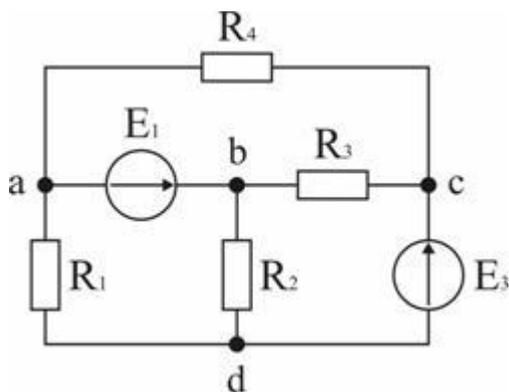
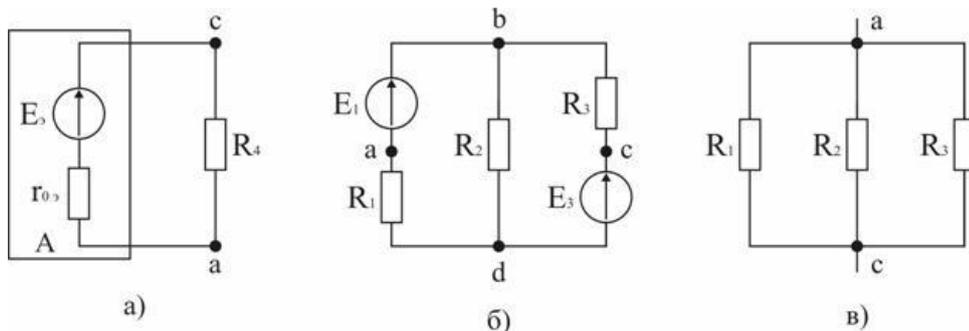

Рис. 4.2. Электрическая схема
Рис. 4.3. Электрические схемы
Задача 2. В схеме рис. 4.2  $E_1 = 10 \text{ В}$ ,  $E_2 = 25 \text{ В}$ ,  $R_1 = 20 \text{ Ом}$ ,  $R_2 = 40 \text{ Ом}$ ,  $R_3 = 5 \text{ Ом}$ ,  $R_4 = 6,36 \text{ Ом}$ . Определить ток в ветви с резистором  $R_4$ .
1. Заменяем по отношению к ветви с резистором  $R_4$  всю остальную схему эквивалентным генератором (активным двухполюсником) с ЭДС  $E_3$  и внутренним сопротивлением  $r_{03}$  (рис. 4.3, а). ЭДС  $E_3$  определяется по результатам расчета режима холостого хода генератора как напряжение между точками «а» и «с» схемы рис. 4.3 при разомкнутой ветви с резистором  $R_4$ .
После размыкания ветви с  $R_4$  получается схема с двумя узлами рис. 4.3, б. Узловое напряжение
2. Для расчета внутреннего сопротивления генератора в схеме рис. 4.3, б закорачиваются все ЭДС (рис. 4.3, в) и определяется сопротивление по отношению к точкам «а» и «с»:
3. Ток в ветви с резистором  $R_4$  (схема рис. 4.3, а)
Исходя из эквивалентности схем рис. 4.2, а и рис. 4.3, а,  $E_3$  и  $r_{03}$  можно рассчитать по результатам двух опытов. Разомкнув ветвь с  $R_4$ , измеряем напряжение между точками «с» и «а»  $U_{xx}$ , равное ЭДС  $E_3$ , (опыт холостого хода). Для определения  $r_{03}$  проводится (если это допустимо) опыт короткого замыкания: заданная ветвь замыкается накоротко и измеряется ток в ней ( $I_k$ ). При этом  $r_{03} = E_3 / I_k$ .
Для схемы рис. 4.3, а  $P_4 = I_4^2 R_4 = \frac{E_3^2 R_4}{(r_{03} + R_4)^2}$ . Максимум мощности  $P_4$  определяется решением уравнения  $\frac{dP_4}{dR_4} = 0$  :  $R_{н.экстр} = r_{03}$ , при этом  $P_{4max} = \frac{E_3^2}{4r_{03}} = \frac{15^2}{4 \times 3,64} = 17,5 \text{ Вт.}$